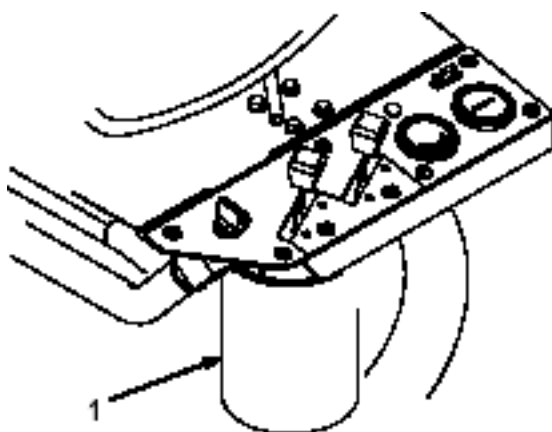

図 41
2. フィルタ取り付け部周辺(図41)をきれいに拭き、下に廃油受けを置いてフィルタを外す。